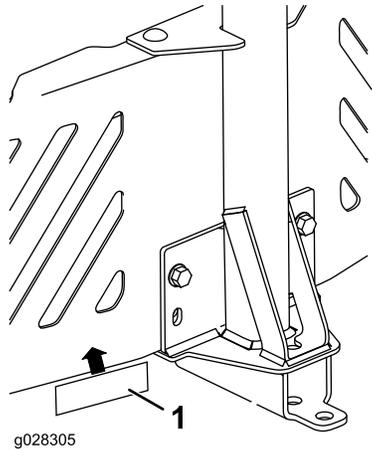

Figure 13
- Appelez l'autocollant de la barre d'attelage à 1,3 cm (1/2 po) à gauche du dispositif de montage d'accessoire (Figure 13).